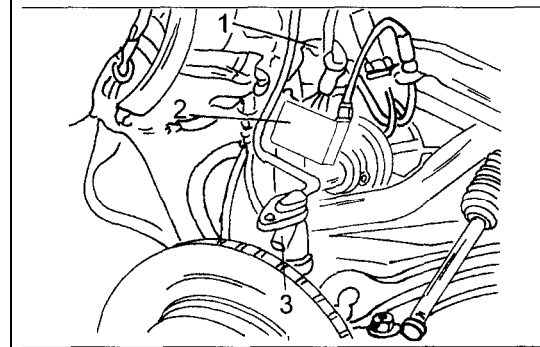

Bild 267
- Bei eingebauter ABS-Anlage das Kabel zum Drehzahlfühler im Achsschenkel abschliessen. Bild 267 zeigt wo der Drehzahlfühler befestigt ist. Der Drehzahlfühler kann auch ausgebaut werden und am Kabel angeschlossen bleiben. In diesem Fall die Abdeckung (2) ausbauen, die Schraube (1) herausdrehen und den Fühler (3) herausziehen.
- Die Spurstange am Aussengelenk vom Lenkhebel des Achsschenkels abschrauben und mit einem Kugelbolzenabzieher aus dem Hebel drücken. Die Anschlussstelle der Spurstange kann in Bild 267 gesehen werden.